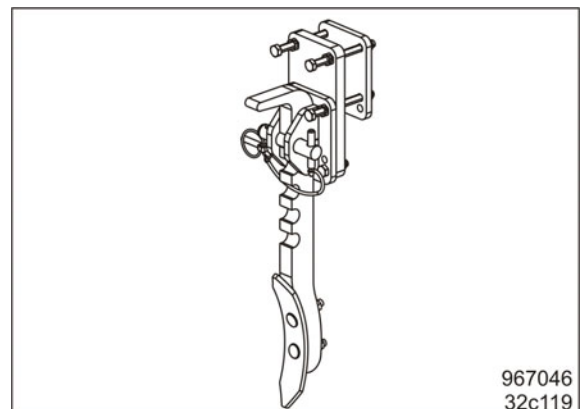

Fig. 25
- Radspurlockerer, starr (Fig. 25)